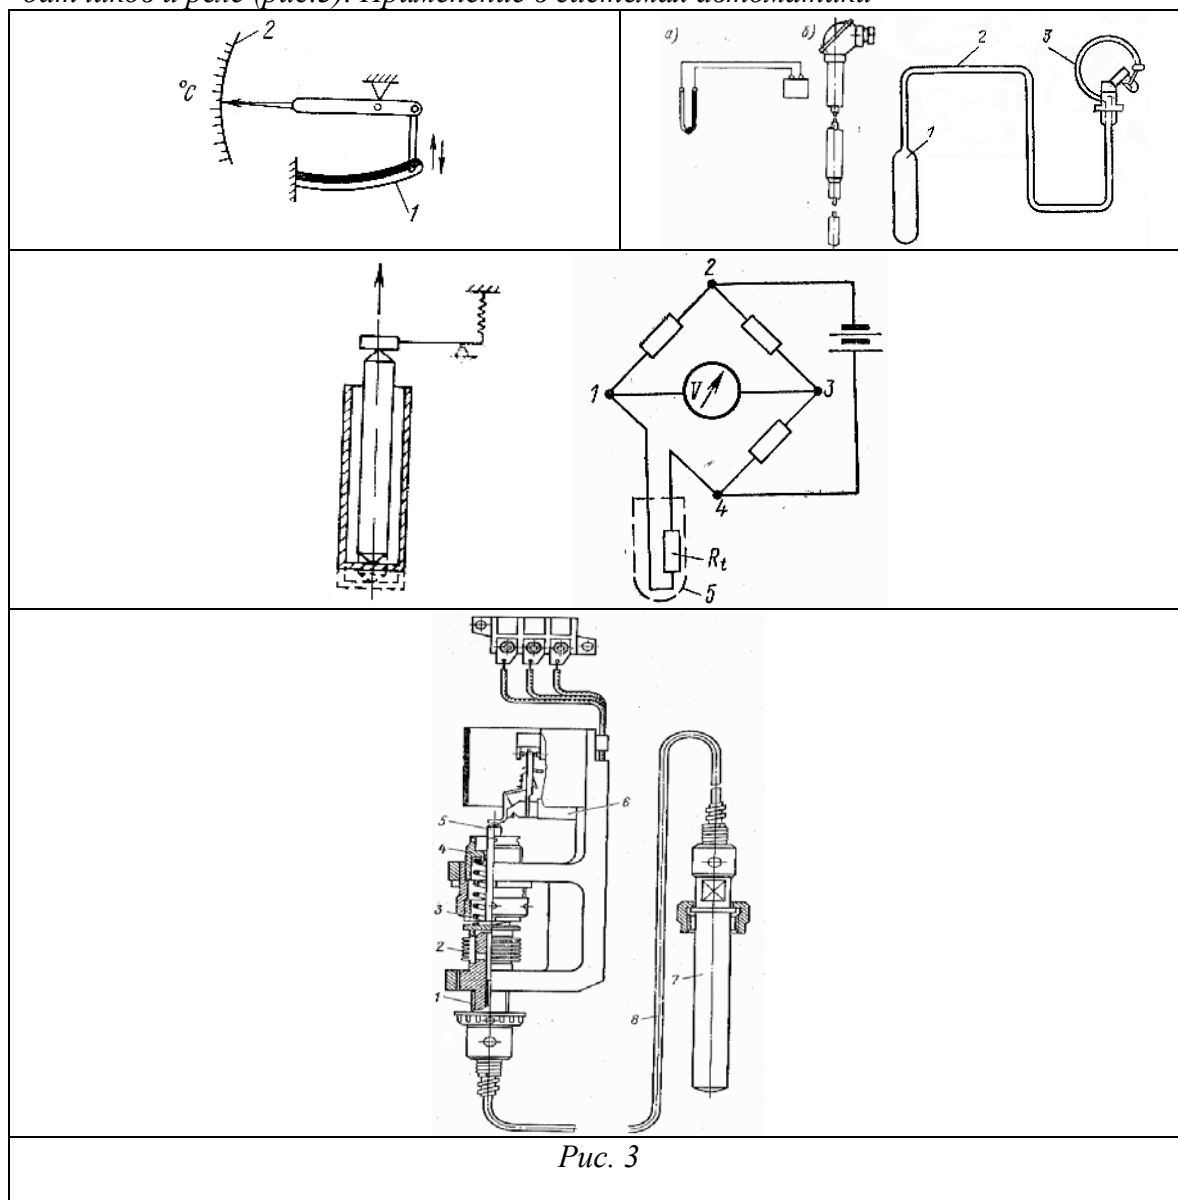

Рис. 3
3. Датчики и реле температуры в системах судовой автоматики. Принцип работы датчиков и реле (рис.3). Применение в системах автоматики